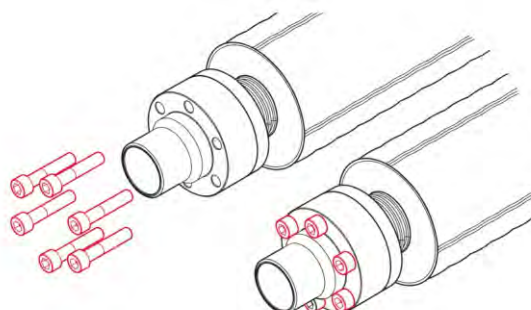

Рис. 3.7.8
8. Вставить крепежные болты, вкрутить их во фланец на 2-3 оборота (рис. 3.7.8). Затянуть болты до полного исчезновения зазора между корпусом и фланцем.